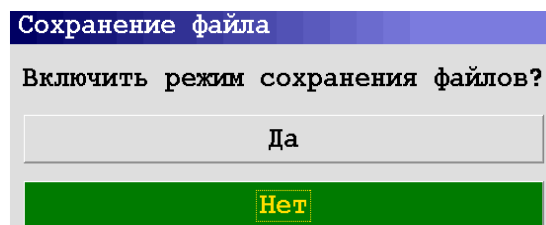

Рис. 5.14 - Меню «Сохранение файла»
3. «Сохранение» - выбор режима зондирования с сохранением либо без сохранения результатов зондирования (Рис. 5.14):